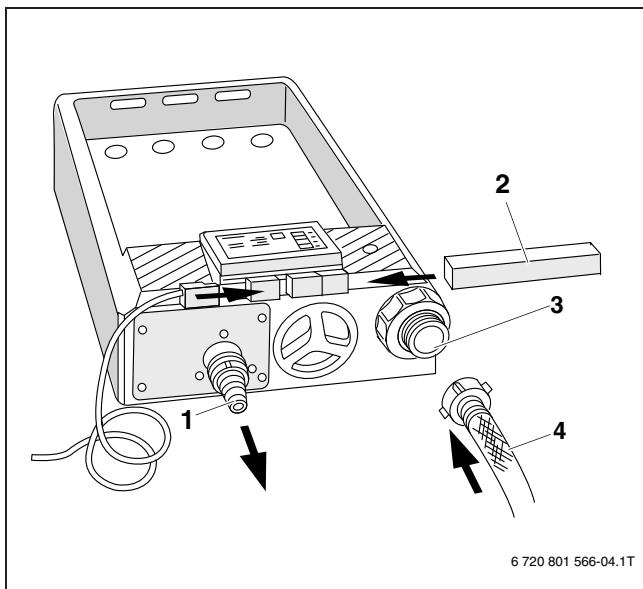
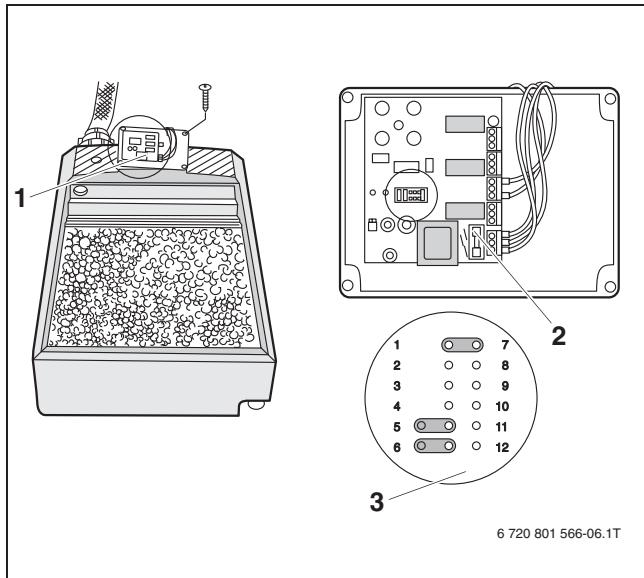

Рис. 4 Подсоединение подающего шланга EKO и сливного шланга AKO
Рис. 6 Установка перемычек
► Подсоедините подающий шланг (→ рис. 4, [4]) к штуцеру EKO устройства нейтрализации (→ рис. 4, [3]).
- Закрепите хомутом сливной шланг (дополнительная комплектация) на выходе конденсата AKO (→ рис. 4, [1]) устройства нейтрализации и проложите шланг к стоку в канализацию.
- Установите на штекер защитную планку (→ рис. 4, [2]) и закрепите в середине саморезом.
- ▶ Выверните 4 винта из системы управления (→ рис. 4, [1]) снимите её и поверните на 180° (→ рис. 6).
- ▶ Проверьте предохранитель в системе управления (→ рис. 6, стр. 8).
► Выверните 4 винта из системы управления, снимите её и поверните на 180° (→ рис. 6, стр. 8).
► Установите прилагаемый предохранитель и смонтируйте систему управления (→ рис. 6, стр. 8).